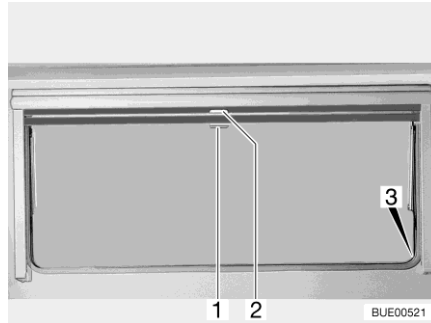

Fig. 77 Fenêtre projetante
- Tirer le store occultant vers le bas en le maintenant par la poignée (Fig. 77,2). Lorsque le store occultant est complètement fermé, l'accrocher des deux côtés du cadre de la fenêtre dans le dispositif de blocage (Fig. 77,3).
- Lorsque le store occultant est complètement fermé : Appuyer sur la poignée (Fig. 77,2) vers le bas tout en la tirant légèrement vers l'intérieur. Décrocher à droite et à gauche le store occultant du dispositif de blocage du cadre de la fenêtre.
- Si le store occultant se trouve dans une position intermédiaire : Tirer la poignée (Fig. 77,2) vers le bas jusqu'à ce que le dispositif de blocage se débloque.
- Tirer la moustiquaire par la poignée (Fig. 77,1) vers le bas et l'accrocher des deux côtés sur le cadre de la fenêtre dans le dispositif de blocage (Fig. 77,3).
- Appuyer sur la poignée (Fig. 77,1) vers le bas tout en la tirant légèrement vers l'intérieur. Décrocher à droite et à gauche la moustiquaire des dispositifs de blocage du cadre de la fenêtre.